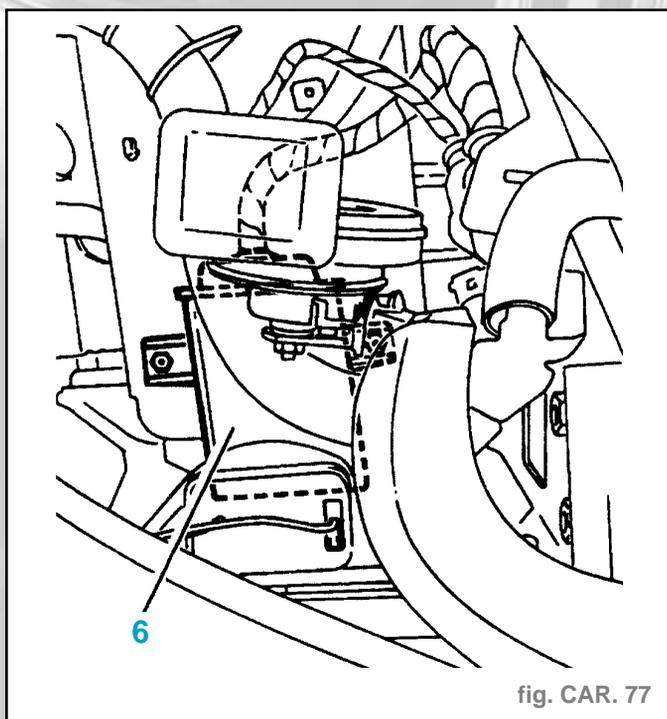

fig. CAR. 77
- (6) boîtier de température d' eau (BITRON) (fig. CAR. 77).